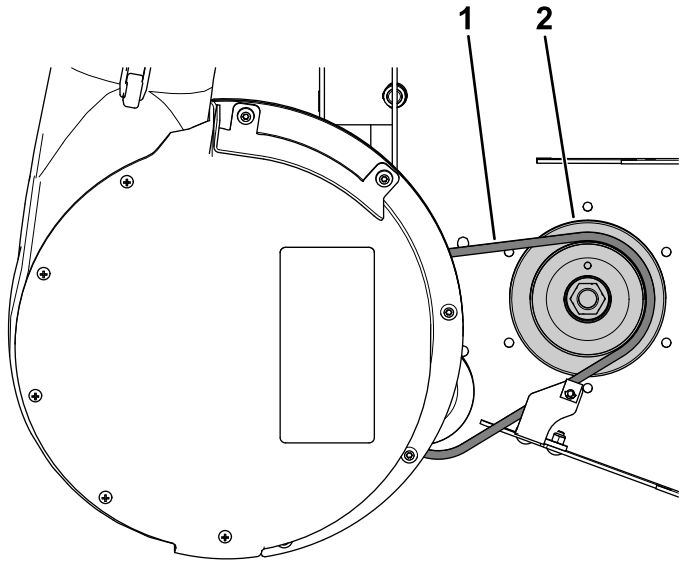

Bild 21
1. Ziehen Sie die gefederte Spannscheibe zurück und verlegen den Gebläseriemen um die Antriebsscheibe (Bild 21).